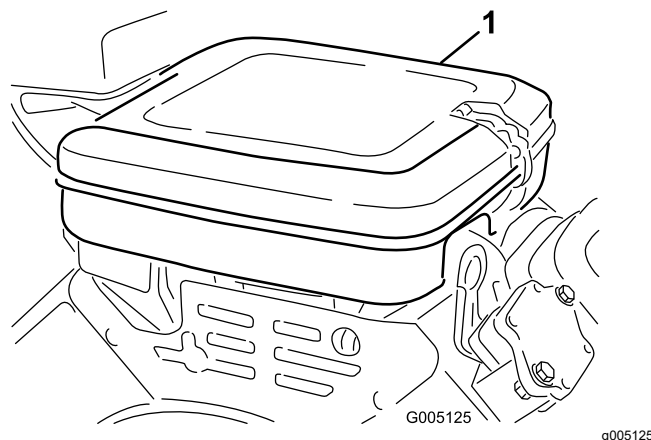

Figure 37
1. Nettoyez le couvercle du filtre à air (Figure 37).